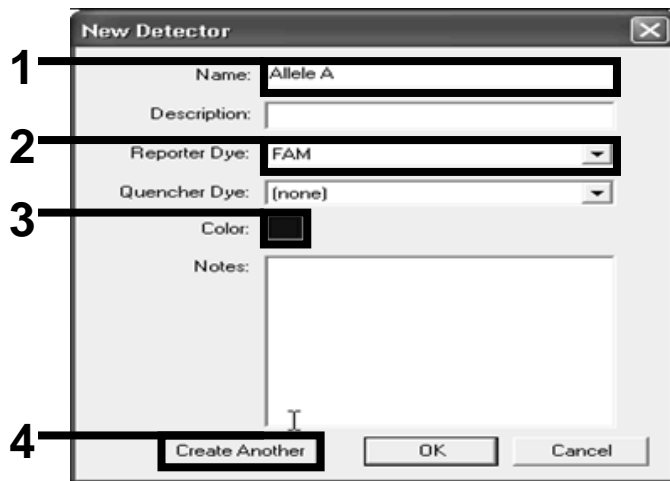

Abbildung 15. Anlegen der Detektoren.
16. Tippen Sie im "New Detector"-Dialogfenster im Feld "Name" z. B. die Bezeichnung *Allel A* ein ("Allele A"; siehe Abb. 15). Lassen Sie die Einstellung für den Reporter-Farbstoff ("Reporter Dye") auf "FAM". Klicken Sie auf die "Color"-Schaltfläche, wählen Sie eine Farbe aus
und klicken Sie anschließend auf "OK" (siehe Abb. 15). Klicken Sie auf "Create Another" („Weiteren anlegen“; siehe Abb. 15).